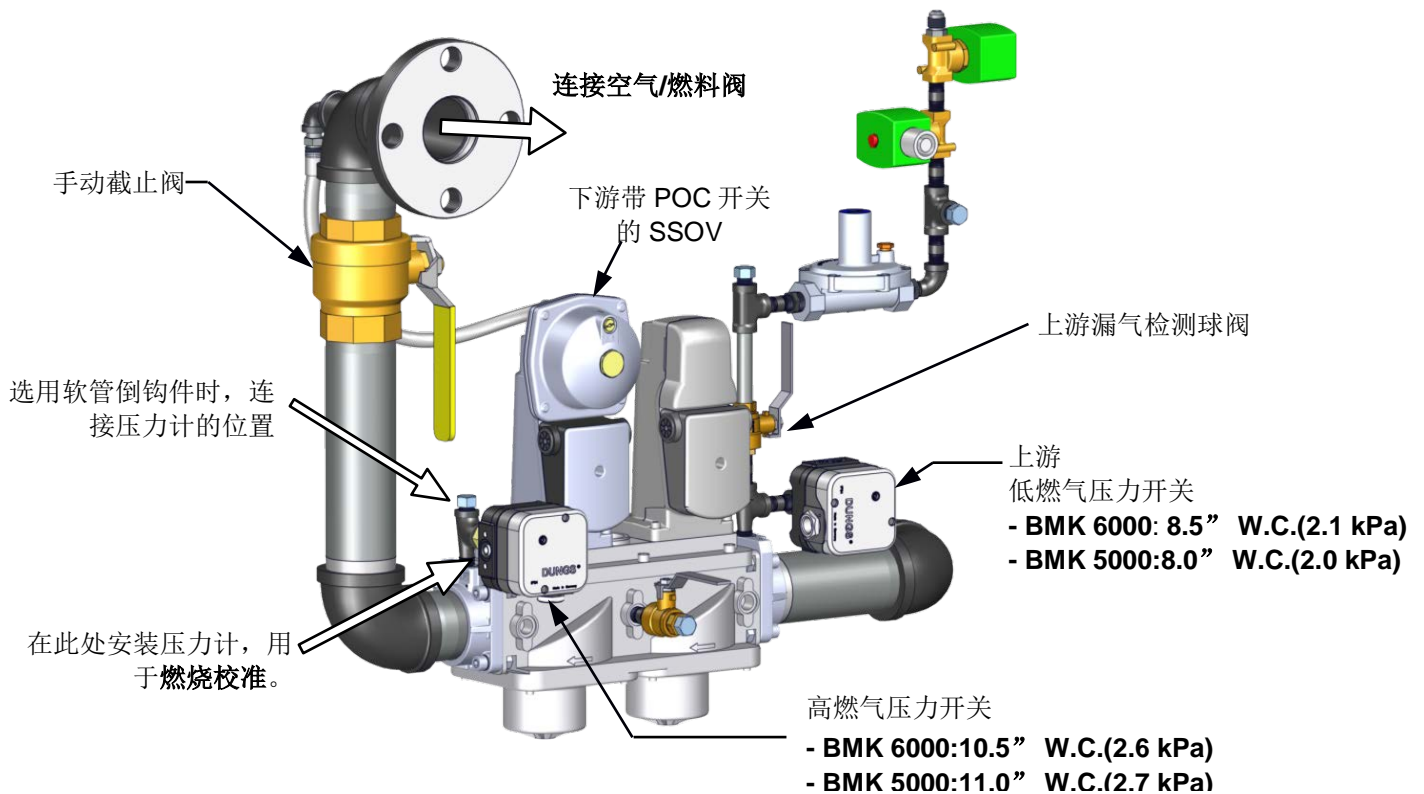

图 4-1: 燃烧校准端口位置
该压力计安装在如图 4-1 所示的上游和/或下游位置。
该压力计安装在如图 4-1 所示的下游位置。
3. 为了在燃烧校准过程中监测 SSOV 下游侧的燃气压力（请参阅第 4.5 节），定位高燃气压力开关一侧的端口，如图 4-1 所示，然后旋松螺丝将其打开。不要完全拆下这颗螺丝。或者，您也可以拆除图 4-1 所示的 1/4 英寸管塞，并在该位置安装软管倒钩接头。
应在每个供暖季开始时或每 6 个月对点火器进行检查以确保能继续使用。它虽由优质的耐热不锈钢制成，但是金属会有些变暗。虽不需要对点火器进行调整，但是如果遇到点火问题，应该检查调压器下游的燃气压力。有关测试端口位置，请参阅图 4-1。